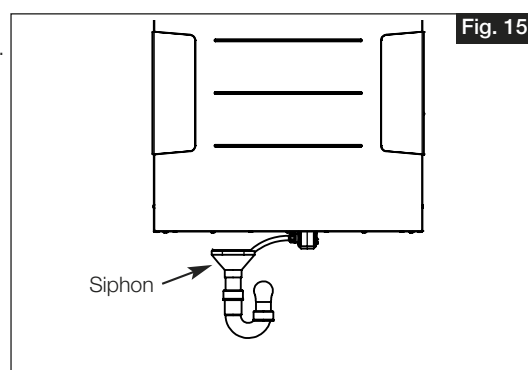

Fig. 15
6. Fixer le tuyau des condensats DN 12 (long. max 5 m) au système de canalisation (siphon) de la maison. Raccorder le tuyau des condensats (fig. 14) en respectant une pente, indispensable pour une bonne évacuation. Pour éviter les odeurs dues à un assèchement du siphon, celui-ci doit être raccordé sur une évacuation ouverte (fig. 15).